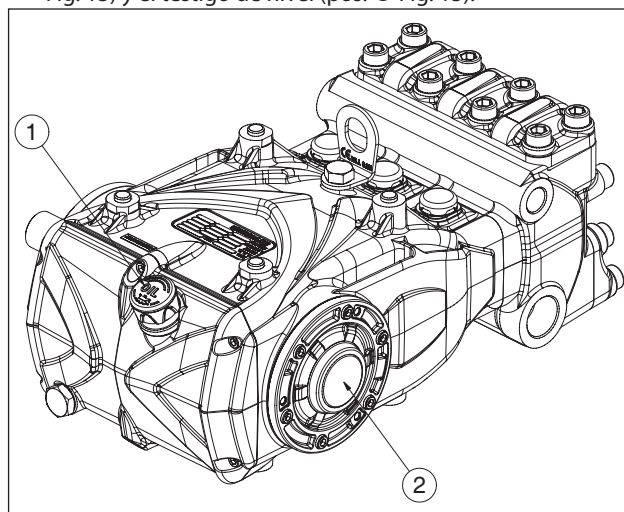

Fig. 13
- El nivel del aceite en el cárter de la bomba sea correcto. Para comprobarlo, utilizar la varilla específica (pos. ① Fig. 13) y el testigo de nivel (pos. ② Fig. 13).